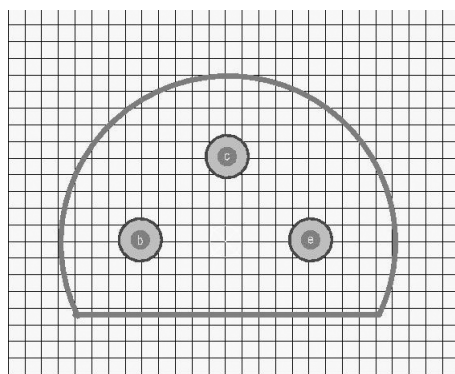

图 11-46 绘制一条弧线
8) 绘制一条弧线。选择菜单栏中的“放置”→“圆弧（中心）”命令，光标变为十字形状，将光标移至坐标原点，单击确定弧线的圆心，然后将光标移至直线的任意一个端点，单击确定圆弧的直径。再在直线两个端点单击确定该弧线，结果如图 11-46 所示。右键单击鼠标或者按〈Esc〉键退出该操作。